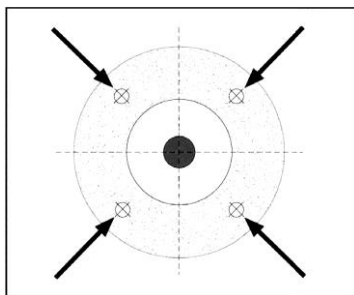

Fig. 10
3. Aux endroits identifiés à la figure 10, frappez légèrement sur la meule au moyen d'un petit dispositif non métallique, telle la poignée d'un tournevis ou un maillet de bois.